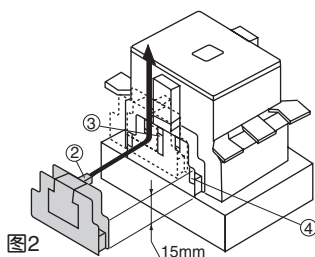

图2
- (2) 将辅助触点单元的凸出部位②对准交流接触器的导孔③，使之滑动15mm左右，将辅助触点单元嵌入交流接触器的槽④内。（图2）